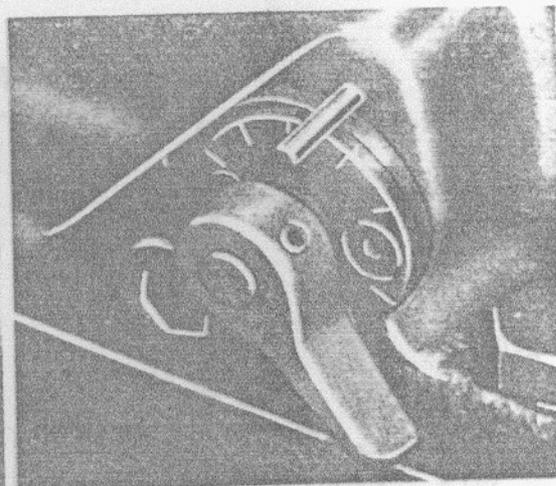

Fig. 29
- Une manette (fig. 29) placée sur le côté droit du couvercle de relevage permet de régler la sensibilité de réaction du système hydraulique.